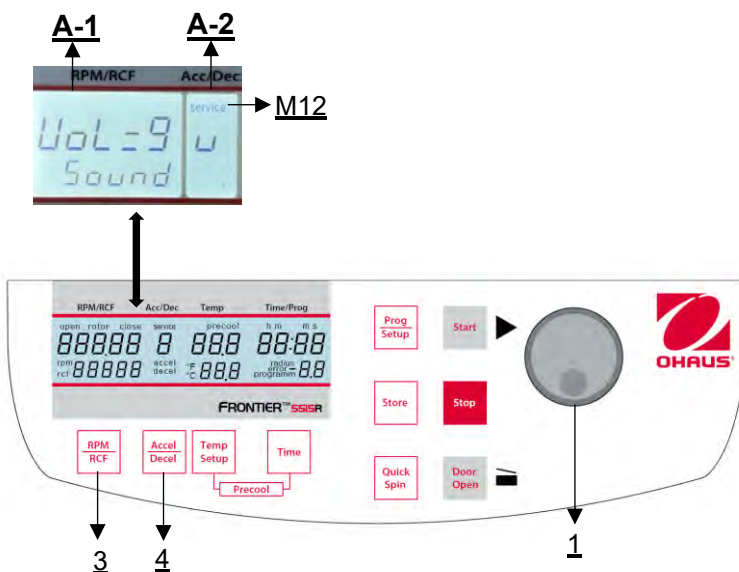

Figure 32
Procéder comme décrit au point 4.1.1 pour entrer dans ce mode de programmation et appuyer ensuite sur la touche **"Accel/Decel"** (4). Sur l'écran **"Acc/Dec"** (A-2), le mot **"Service"** (M12) clignote. Sélectionnez maintenant la lettre **"U"** à l'aide du bouton de réglage (1). Les mots "Vol=9/Sound" apparaissent alors sur l'écran **"RPM | RCF"** (A-1). Après avoir appuyé sur la touche **"RPM | RCF"** (3), vous pouvez régler le volume souhaité entre 0 (faible) et 9 (fort) à l'aide du bouton de réglage (1) (voir figure 32).